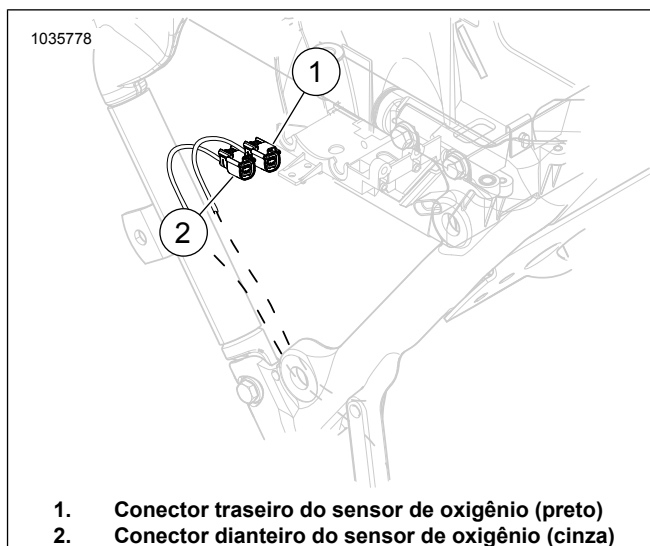

Figura 10. Localização do sensor de oxigênio dianteiro e traseiro
Consulte o Figura 10. Desconecte os conectores dos sensores de oxigênio dianteiro (2) e traseiro (1).